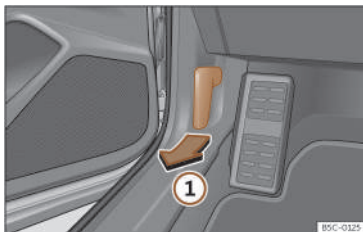

Fig. 183 Leva di sblocco nel vano piedi del lato conducente.
- Aprire la porta e tirare la leva posta al di sotto del cruscotto >>> **fig. 183 (1)**.